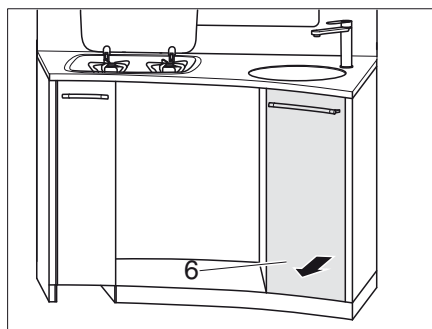

Bild 135 Ta ut hög kökslåda
- Ta ut hög kökslåda (Bild 135,6).